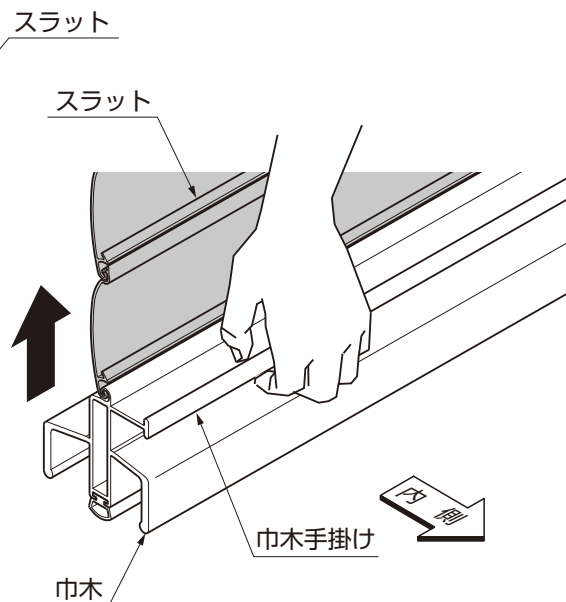

図14-2 手動におけるスラットの巻き上げ
- ③ 巾木手掛けを持ち、シャッターを手動で巻き上げてください。(図14-2参照)